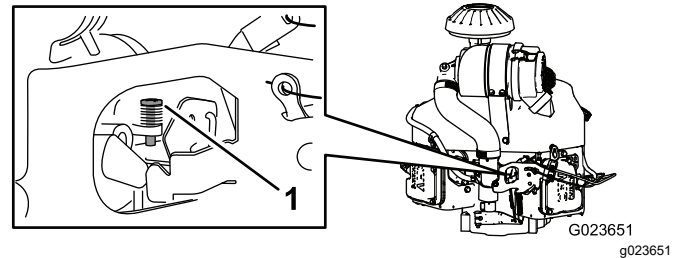

Figura 66
4. Ajuste el tornillo de tope del carburador (Figura 66) hasta que la velocidad de ralenti sea de 1350 a 1550 rpm.